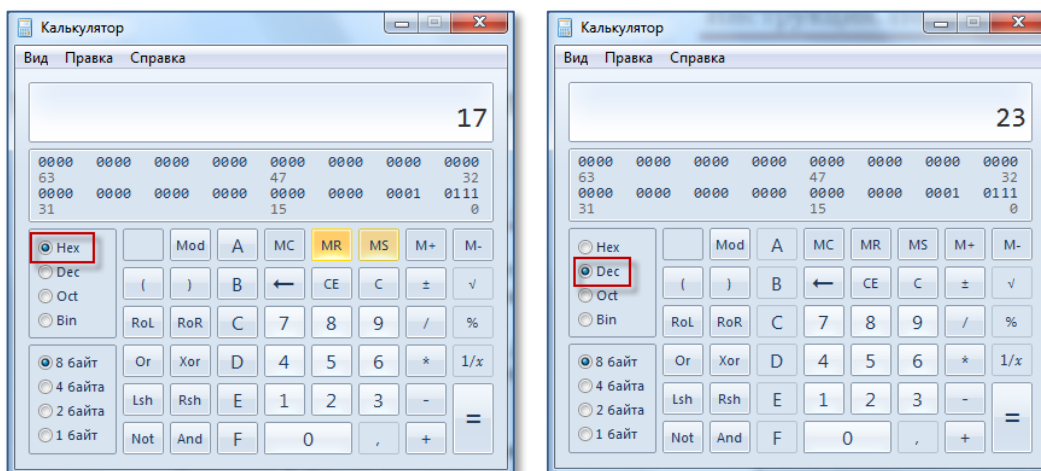

Рисунок 9. Преобразование из шестнадцатиричного формата в десятичный
7. прослушанные данные CAN-шины представлены в шестнадцатиричном формате. Для преобразования в десятичный формат воспользуйтесь встроенным в систему Windows калькулятором (в виде «Программист») (Рис. 9);